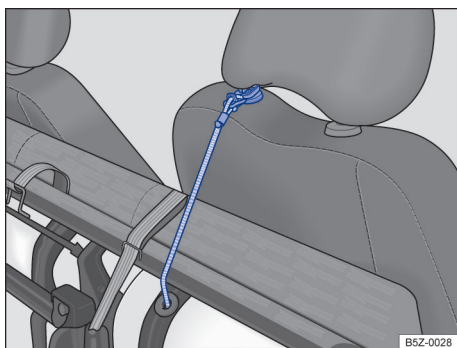

Fig. 62 Cinta elástica vermelha para fixação na haste do apoio para cabeça. ▶
- Localizar a cinta elástica vermelha alojada na parte inferior do assento do banco e, encaixar o gancho dessa cinta na haste do apoio para cabeça do banco do passageiro → Fig. 62, imobilizando o conjunto.
- Soltar o gancho da cinta elástica vermelha da haste do apoio para cabeça → Fig. 62 e, encaixar debaixo do banco traseiro.